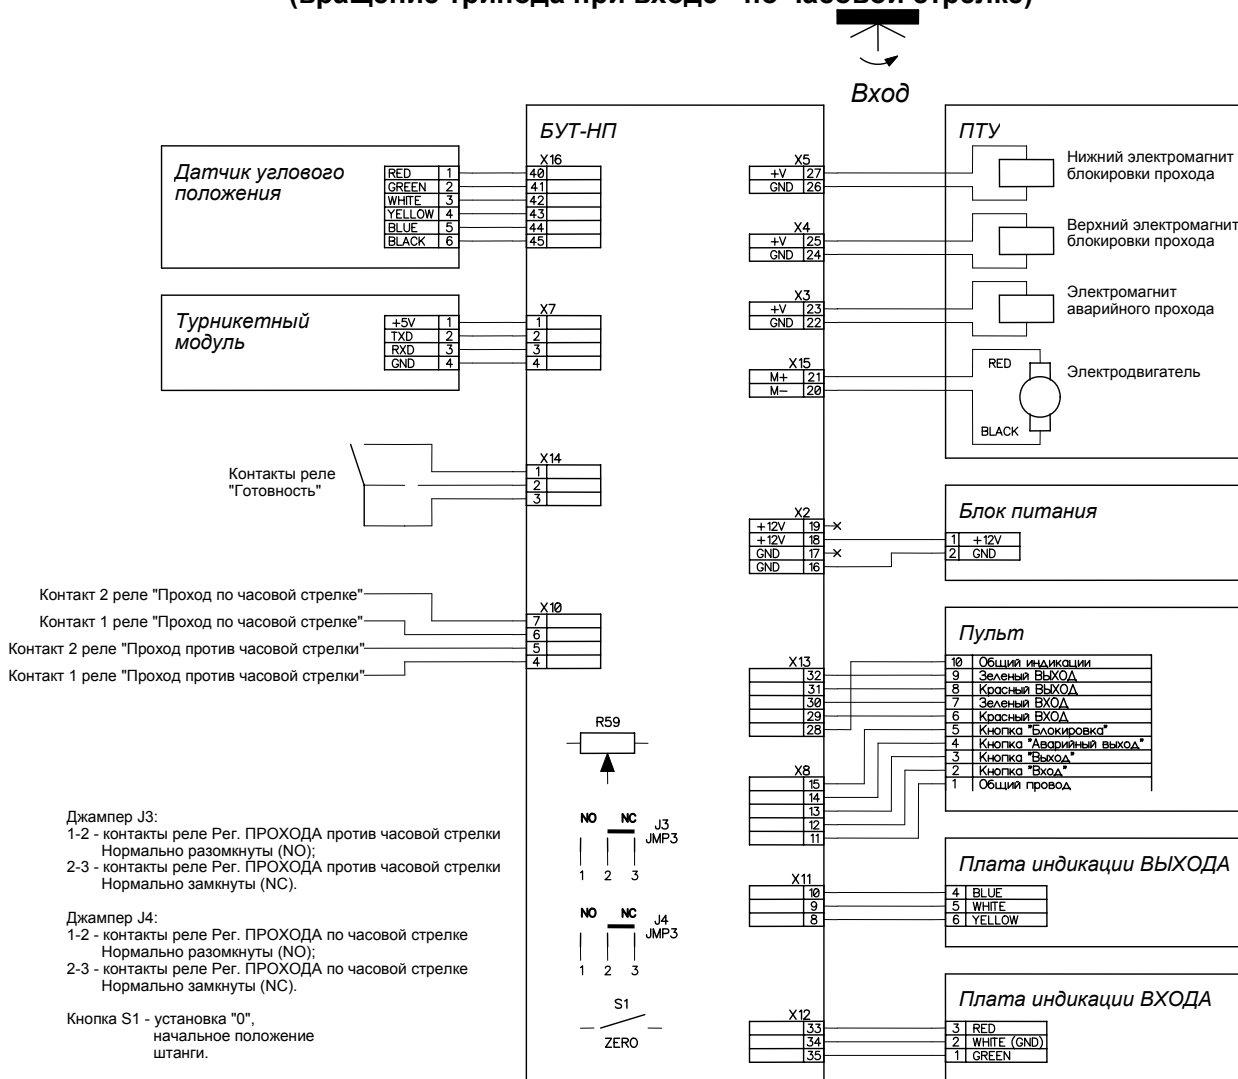

Рис. 4
защитный пластмассовый корпус. Подключение индикаторов прохода, пульта управления и источника питания к блоку управления производится с помощью кабелей в соответствии со схемой подключения (Рис.4,5).
7) Подключить кабели питания и ПДУ к БУТ-НП в соответствии с Рис. 4 или 5, заземлить корпус турникета.